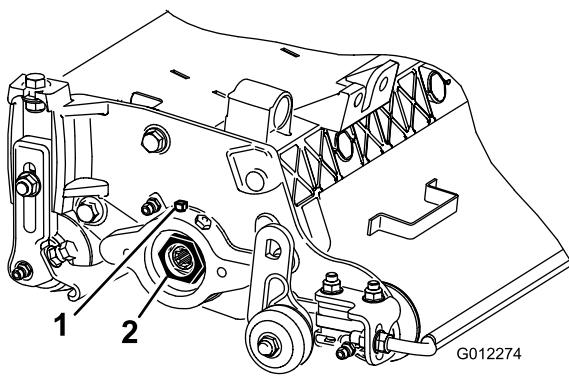

Рисунок 10
- A. Ослабьте внешний установочный винт, который крепит регулировочную гайку подшипника к корпусу подшипника, расположенному на левой стороне режущего блока (Рисунок 10).